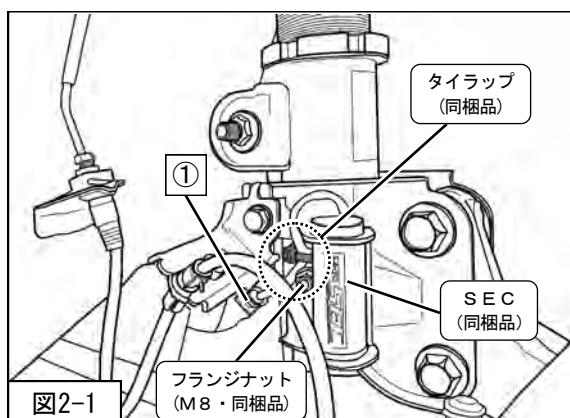

図2-1
1. フランジナット (M8・同梱品) (締付トルク : 20N・m) を使用し、SEC (同梱品) を取付けてください。(図2-1)
2. ①電気リックダンパーコネクタをSEC (同梱品) に取付けてください。(図2-1)
3. タイラップ (同梱品) を使用し、ハーネスをSEC (同梱品) 本体に固定してください。(図2-1)